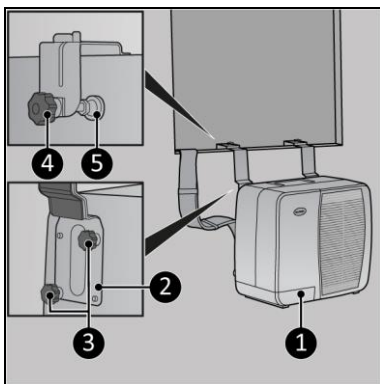

Figura 6
1. Fissa le staffe grandi (Figura 6, pos. 2) sull'unità esterna (Figura 6, pos. 1) serrando due tappi a vite per ogni staffa (Figura 6, pos. 3).
2. Appendi l'unità esterna (Figura 6, pos. 1) alla finestra desiderata; assicurati che l'unità interna sia posizionata saldamente su un tavolo.
3. Serra il bullone di regolazione (Figura 6, pos. 4) su ogni staffa. Assicurati che il paracolpi (Figura 6, pos. 5) sia in posizione verticale. Se necessario, usa il blocco rimovibile su muri più sottili o sui telai delle finestre.